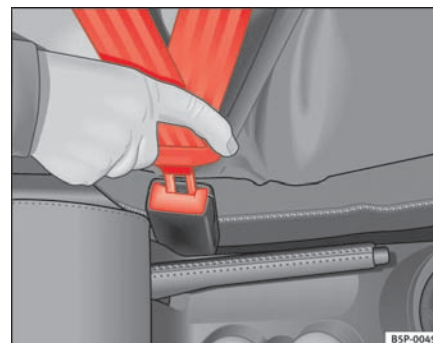

Fig. 12 Sikkerhedsselelers selelås og låsetap ▶
- Stik låsetappen ind i den selelås, der hører til den pågældende siddeplads. Du skal kunne høre, at den går i hak ⇒ side 23, fig. 12.